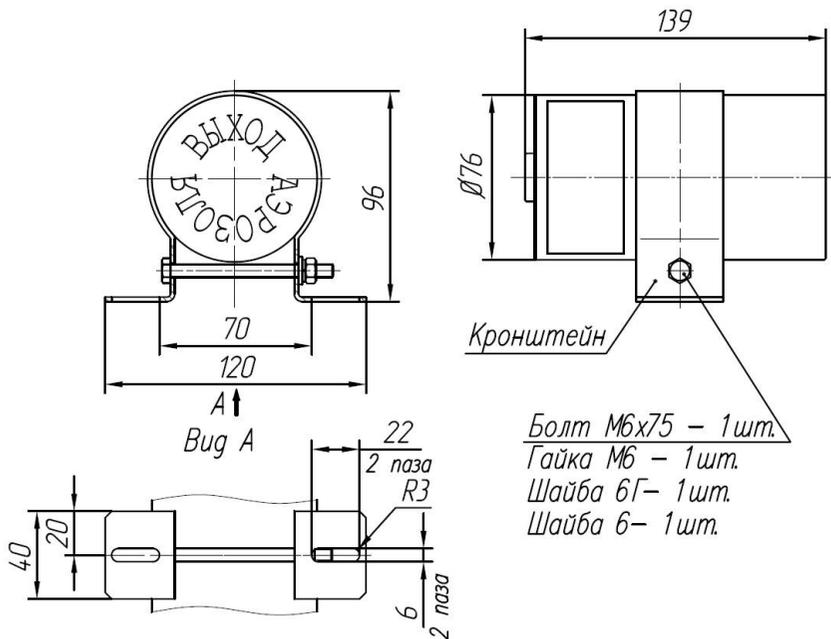

Рис. 2 Способ крепления ГОА.
4.1. Генератор размещается непосредственно на защищаемом объекте (в помещении, на транспортном средстве и т.д.) и монтируется на стене или вертикальной части конструкции объекта. Монтаж генератора производится с помощью кронштейна крепления (рис.2). При выборе расстояния между генератором и объектом тушения необходимо учитывать длины зон с повышенной температурой п. 11 раздела 2, но оно не должно превышать, по возможности, 3,0 м. Для монтажа сверлятся 2 отверстия диаметром 8 мм под пластмассовый дюбель 8 мм на глубину 48 мм в соответствии с размерами, указанными на (рис.2). Кронштейн крепления закрепляется шурупами диаметром 5 мм и длиной 35мм. На металлических конструкциях кронштейн крепления закрепляется при помощи 2-х винтов М5х30, 2-х шайб пружинных 5 и 2-х гаек М5 через 2 паза 6 мм. (Метизы в комплект поставки не входят).
5.1.3. Генератор в рабочем положении крепится к потолку или стенке внутри защищаемого объекта при помощи кронштейна рис. 2.